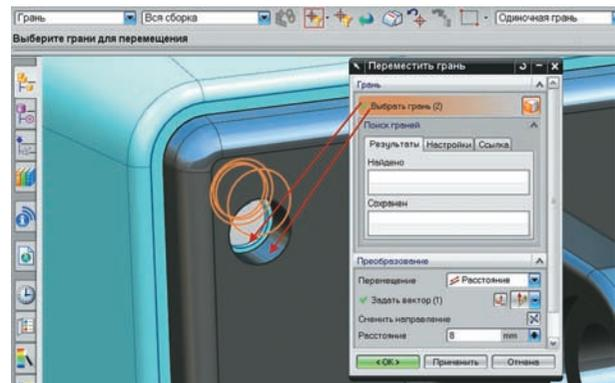

Рисунок 6.7. Перемещение граней в контексте сборки
- Вызовите команду **Переместить грань** и выберите грань одного из отверстий, а затем, установив **Вся сборка** в выпадающем списке на панели выбора, выберите грань отверстия другой детали (рис. 6.7).